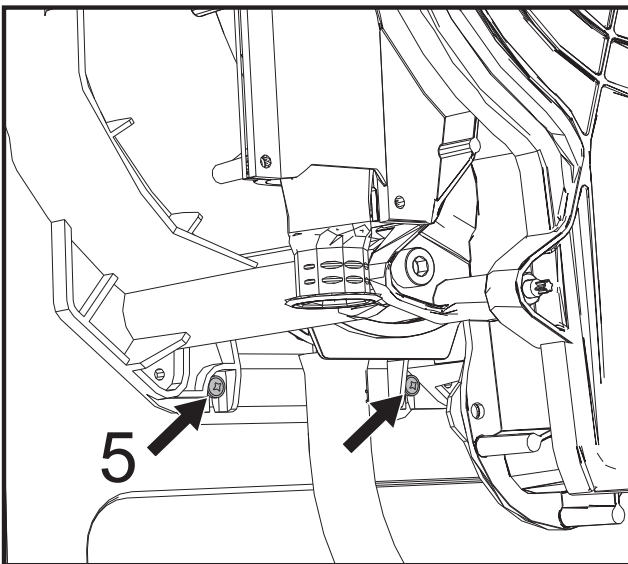

fig. 48
- Draai de 2 onderste **bevestigingsschroeven '5'** van de warmtewisselaar aan het frame (fig. 48) los